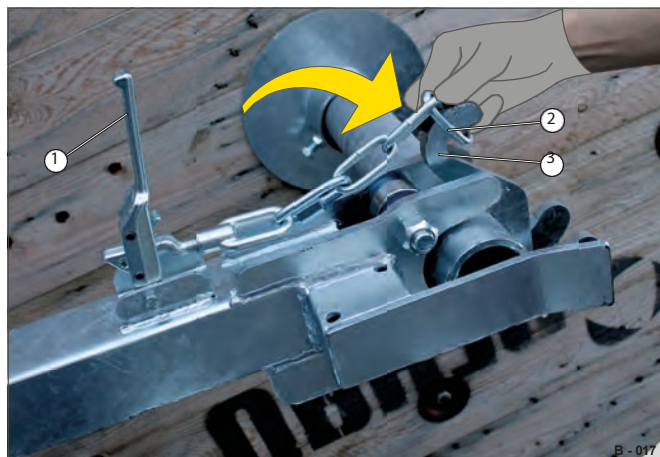

Fig. 14 Säkring av kabelvindan
► Lyft spaken (Fig. 14/1) och placera kedjans ögla (Fig) . 14/2 på kroken (Fig).. 14/3